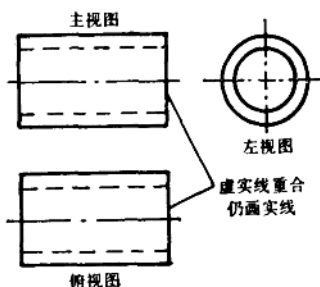

图 1-1 短管的三视图
(1) 短管三视图 如图1-1所示, 主视图和俯视图为长方形的轮廓线, 但短管内壁投影要画成虚线。左视图为两个同心的圆。